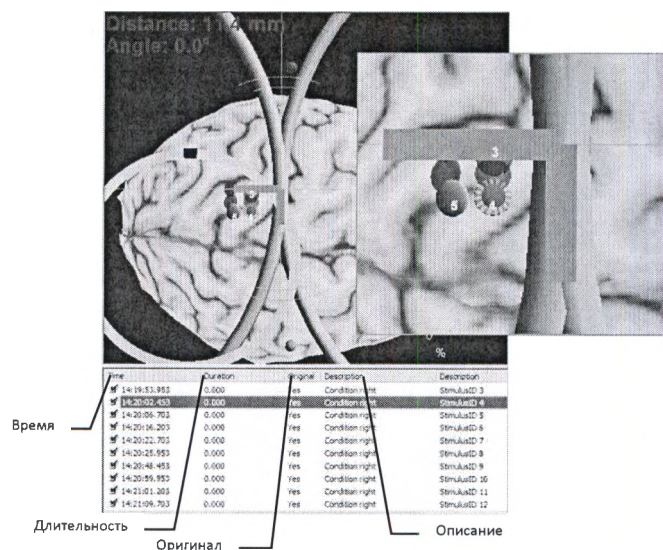

Рис. 47. ОКНО ПРОСМОТРА ПРИ НАЦЕЛИВАНИИ НА ХОТ-СПОТ
- Выберите задачу “Reproduce stimuli” («Воспроизвести стимулы»). Отобразится окно просмотра “NeuroNavigation Targeting Stimulus” («Стимулы-мишени нейронавигации»), как это показано на Рис. 47. По умолчанию, вы увидите только те маркеры, амплитуда ответов которых превышает 75% амплитуды максимального ответа. Маркеры будут отображаться вместе с названием, содержащим их идентификационный номер.
- Выберите маркер, который вы хотите воспроизвести, из списка маркеров внизу, как это показано на Рис. 47. Идентификационные номера маркеров также отражаются в списке. Выбранный маркер ТМС будет выделен, как это показано на увеличенном изображении Рис. 47. Помощник нацеливания поможет вам воспроизвести выбранный стимул, как это объяснено в разделе «Воспроизведение стимула».